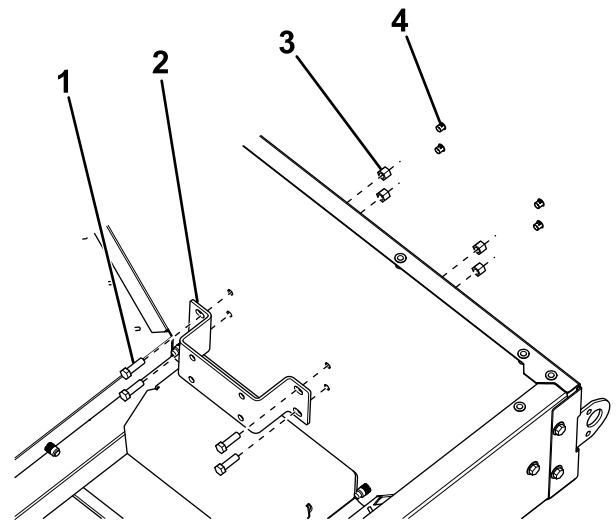

Figura 14
- 5. Retire y deseche los 4 tapones de la parte delantera del esparcidor (Figura 14).
- 6. Sujete un soporte de montaje del deflector al interior de la parte delantera del esparcidor con 4 pernos ($\frac{3}{8}$ " x $1\frac{1}{4}$ ") y tuercas (Figura 14).